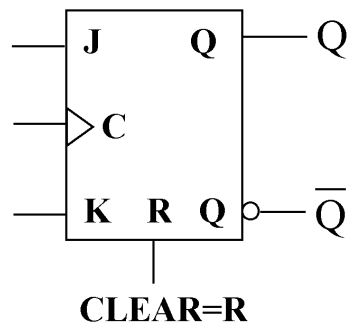

Figura 5.1
En el equipo entrenador de prácticas SIDAC DET 2020 existen dos módulos conteniendo, cada uno de ellos, 4 biestables J-K (FF-JK), con entrada de reloj (C) y puesta a cero asíncrona (R). Su símbolo se representa en la Figura 5.1. La entrada externa asíncrona R (CLEAR) se activa por nivel alto, es decir, cuando se pone $CLEAR=1$ la salida del biestable toma el valor cero ($Q = 0$).